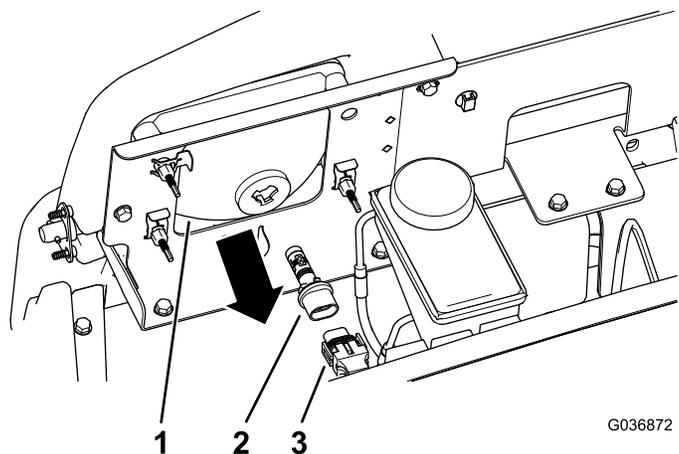

Рисунок 51
- Отсоедините электрический соединитель жгута проводов от соединителя лампы в сборе в задней части корпуса передней фары (**Рисунок 51**).
- Поверните лампу в сборе на $\frac{1}{4}$ оборота против часовой стрелки и одновременно переместите ее назад, чтобы извлечь из корпуса фары (**Рисунок 51**).
- Вставьте новую лампу в сборе и корпус фары, совместите выступы в лампе с пазами в корпусе фары (**Рисунок 51**).
- Закрепите лампу в сборе, повернув ее на $\frac{1}{4}$ оборота по часовой стрелке (**Рисунок 51**).
- Подсоедините электрический соединитель жгута к соединителю нового узла лампы (**Рисунок 51**).